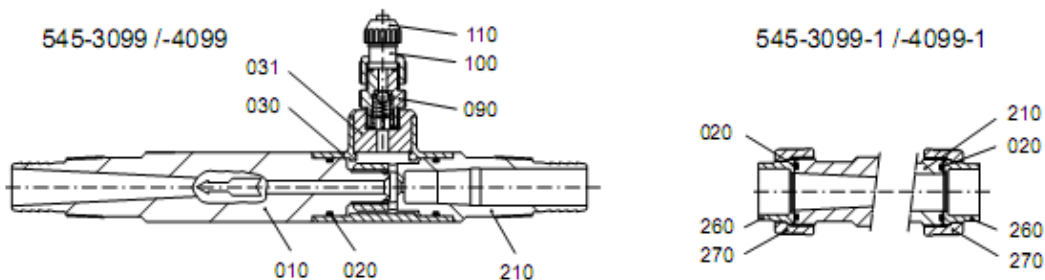

рис. 11 Схема сборки, инжекторы 545-3099/-4099 и -3099-1/-4099-1
- Снимите резьбовое соединение (поз. 100, см. рис. 11).
- Открутите шаровую насадку (поз. 090, см. рис. 11).
- Закрутите резьбовое соединение (поз. 100, см. рис. 11).